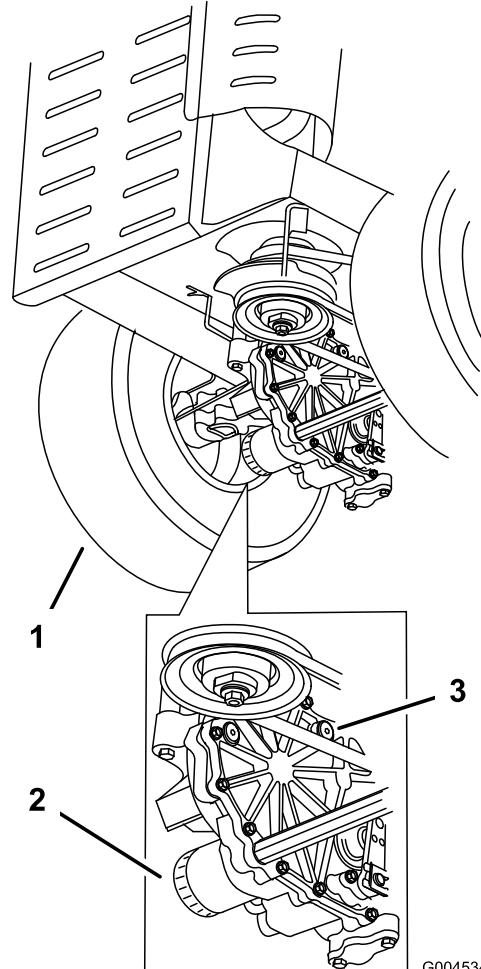

Figure 50
4. Nettoyez soigneusement la zone autour des filtres. Il est important de ne pas contaminer le système hydraulique (Figure 50).
5. Dévissez les filtres et laissez l'huile s'écouler du système d'entraînement (Figure 50).